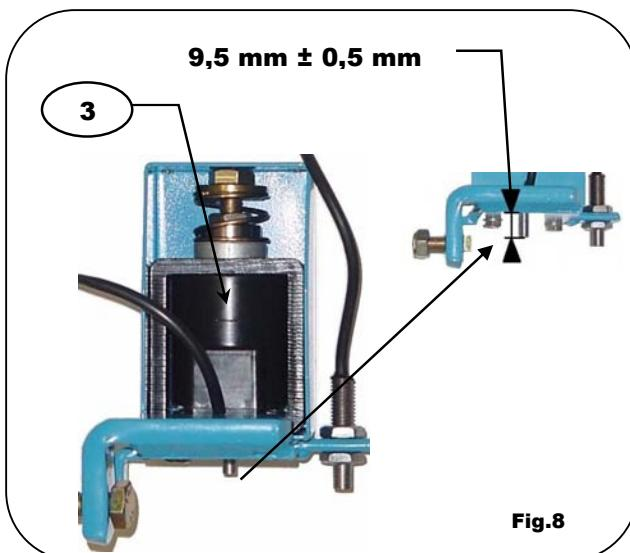

Fig.8
- Vérifier la position du noyau plongeur de l'électro-aimant, au repos la côte est de 9,5 mm ± 0,5 mm, ajustable par la vis 3 ( page 4, fig.8. )
- Check the position of the solenoid plunger on the electro-magnet – when not working the dimension is 9.5 mm + 0.5 mm, adjustable with screw 3 ( page 4, fig. 8. )